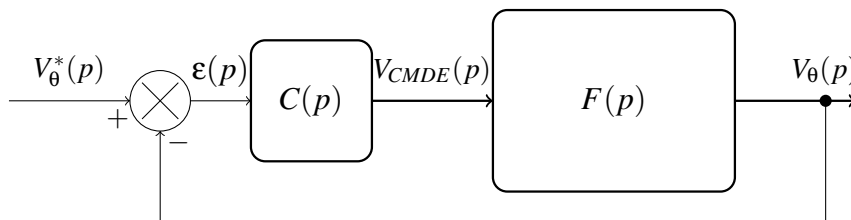

FIGURE 6 – Système en boucle fermée avec correction
3. Le nouveau schéma bloc est représenté à la FIGURE 6.